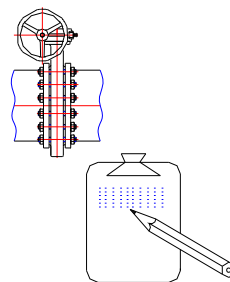

Fig.27
- 18.3.5 使用过程中有任何异常无法排除，请立即与我司联络,并详述损坏部位，我们会立即派员处理。(Fig.27)